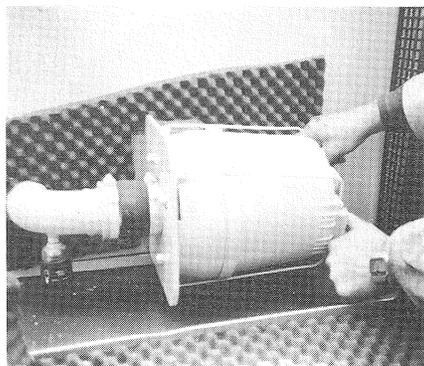

FIG. 48
- 2 - Ecarter latéralement les attaches de retenue fig.48.